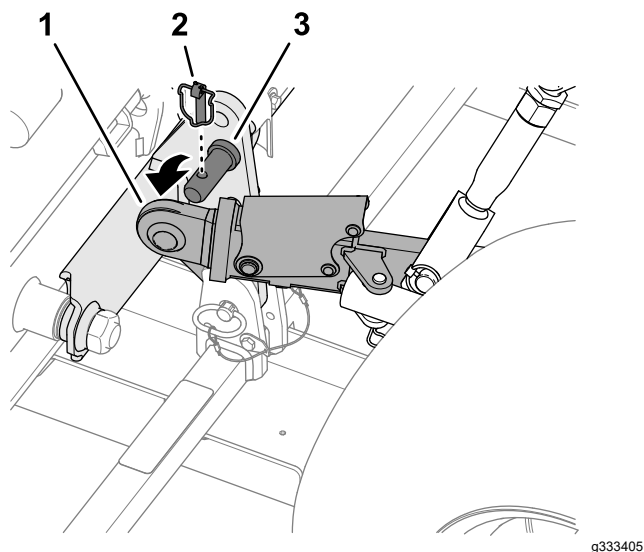

Figura 47
1. Rimuovete le 2 coppiglie ad anello e fate scorrere i bracci di articolazione inferiori giù dai perni di traino della macchina (**Figura 47**).